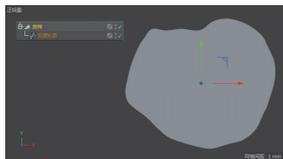

图 5-23
**03** 在对象管理器中选中“煎蛋轮廓”对象，按下 Alt 键并在上工具栏的生成器工具列中单击“放样”按钮, 在轮廓内创建放样曲面，如图 5-23 所示。